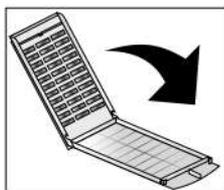

Figura 36
- Abra la tapa del filtro como se indica en la figura 36.